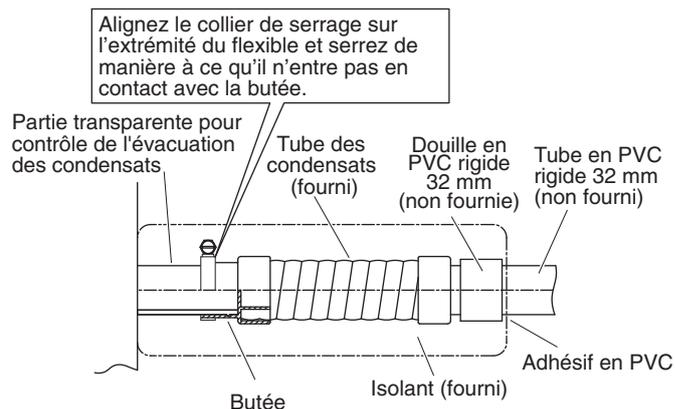

Fig. 3-10a
- (1) Préparez un tube en PVC rigide standard (diamètre extérieur 32 mm) pour l'évacuation et utilisez le tube des condensats et le collier de serrage fournis afin d'éviter les fuites d'eau. Le tube en PVC s'achète séparément. L'orifice d'évacuation transparent de l'unité permet de contrôler l'écoulement des condensats. (Fig. 3-10a)
- Serrez les colliers du tube de manière à ce que leurs écrous de blocage soient orientés vers le haut. (Fig. 3-10a)